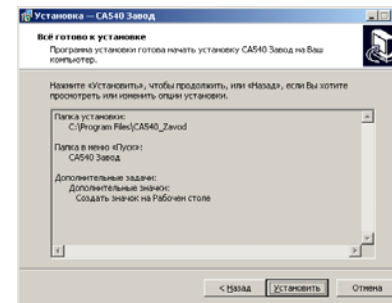
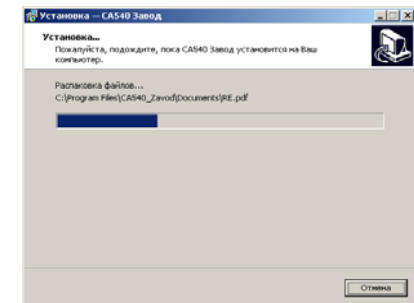

Рисунок 8.5
Рисунок 8.6
5) На екрані з'явиться вікно (рисунок 8.5). Для продовження натисніть Установить. На екрані з'явиться вікно, яке демонструє динаміку процесу установки програми (рисунок 8.6).